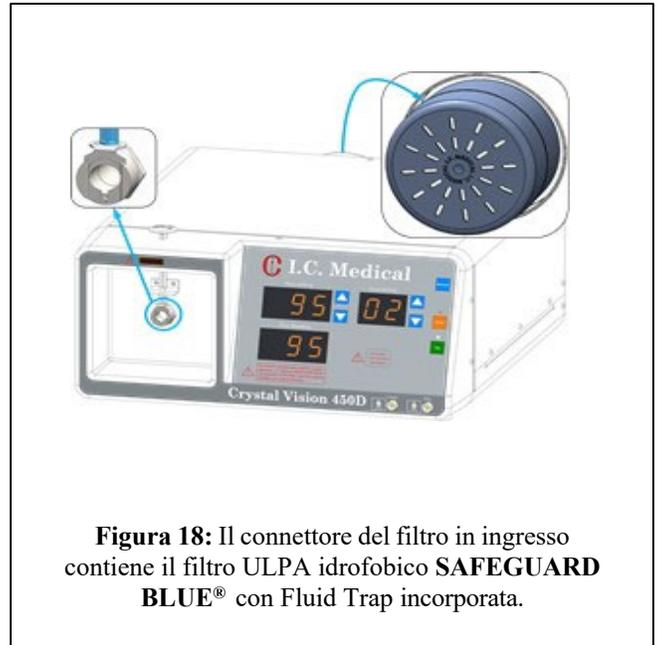

Figura 18: Il connettore del filtro in ingresso contiene il filtro ULPA idrofobico SAFEGUARD BLUE® con Fluid Trap incorporata.
14. Il **CONNETTORE DEL FILTRO DI INGRESSO** (Figura 18) contiene il filtro ULPA idrofobico SAFEGUARD BLUE® con Fluid Trap incorporata. L'anello di metallo è spinto verso il basso per consentire il rilascio del filtro ULPA idrofobico SAFEGUARD BLUE® con Fluid Trap incorporata. Sostituire il tappo all'estremità del filtro ULPA idrofobico SAFEGUARD BLUE® con Fluid Trap incorporata tra un uso e l'altro. Cambiare il filtro ULPA idrofobico SAFEGUARD BLUE® con Fluid Trap incorporata quando l'indicatore CAMBIO FILTRO si illumina.
15. **CONNETTORE DEL FILTRO IN USCITA largo al carbone di cocco (connettore non mostrato)** (Figura 18). Il CONNETTORE DEL FILTRO LARGO IN USCITA al carbone di cocco si trova sul pannello posteriore del CRYSTAL VISION®. Il filtro in uscita largo al carbonio di cocco è riutilizzabile in diversi casi. Il filtro largo in uscita al carbonio di cocco ha una durata utile di tre mesi. Il filtro in uscita largo al carbonio di cocco fornisce il controllo degli odori e reduce il rumore della pompa a vuoto.